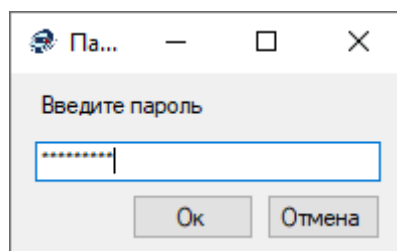

Рисунок 3 – Окно ввода пароля
- Поменять режим доступа к настройкам. При этом, при переходе в режим администратора (см пункт, отобразиться окно для ввода пароля (Рисунок 3).
«Расширенные настройки» появится окно ввода пароля (Рисунок 3). Если пароль был введен правильно, то программа откроет окно расширенных настроек и перейдет в режим администратора.